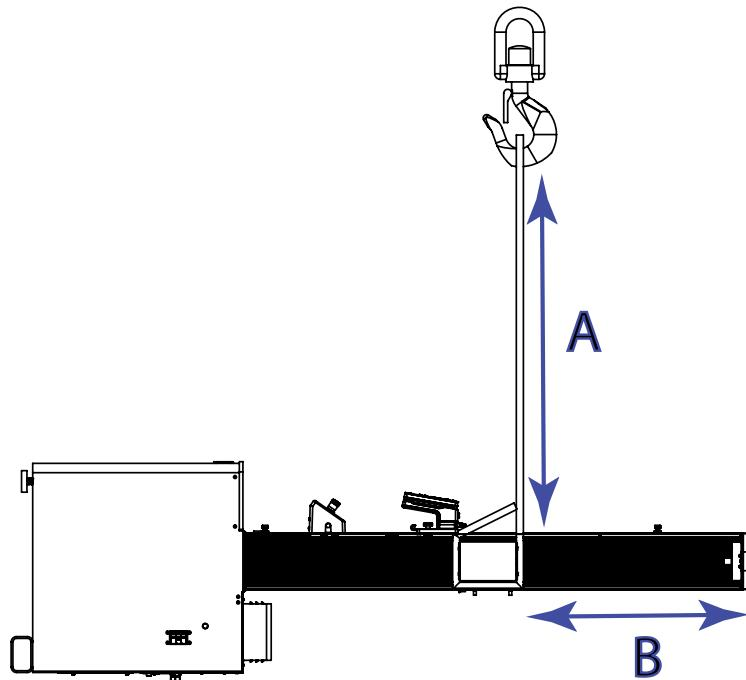

Figure 24. Fixation des élingues de levage
2. Attachez les deux élingues de levage à la traverse et fixez-les au crochet de la grue comme indiqué à la Figure 24 à la page 84. Si vous utilisez des chaînes au lieu d'élingues, enveloppez la traverse et la plaque supérieure d'un matériau protecteur pour les protéger des rayures et des éraflures.
La longueur de l'élingue (A dans Figure 24 à la page 84) doit être supérieure à la distance requise pour franchir la plaque supérieure (B dans Figure 24 à la page 84). Cela garantit que le crochet n'endommagera pas le bâti pendant le levage.